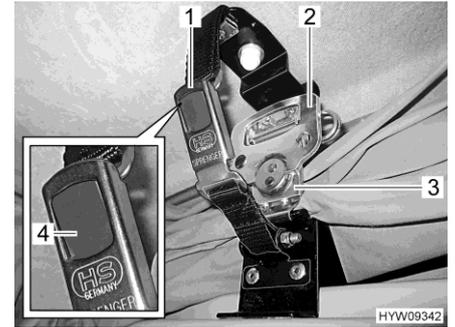

Fig. 36 Bloqueo
- Tirar hacia abajo del cierre rápido (Fig. 36,3) y engancharlo en la placa de retención en ambos lados.
- De cada lado, plegar el asidero (Fig. 36,2) del cierre rápido hacia fuera y girarlo media vuelta en sentido de las agujas del reloj.
- De cada lado, encajar las dos partes del cierre de hebilla (Fig. 36,1). El pulsador gris (Fig. 36,4) engatillará.